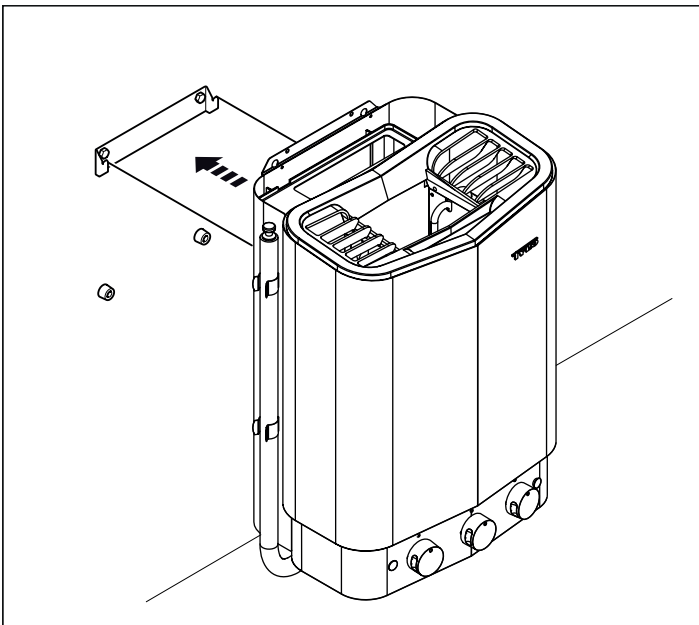

Fig 11: Häng upp aggregatet
9. Häng upp aggregatet på konsolen se Fig 11.